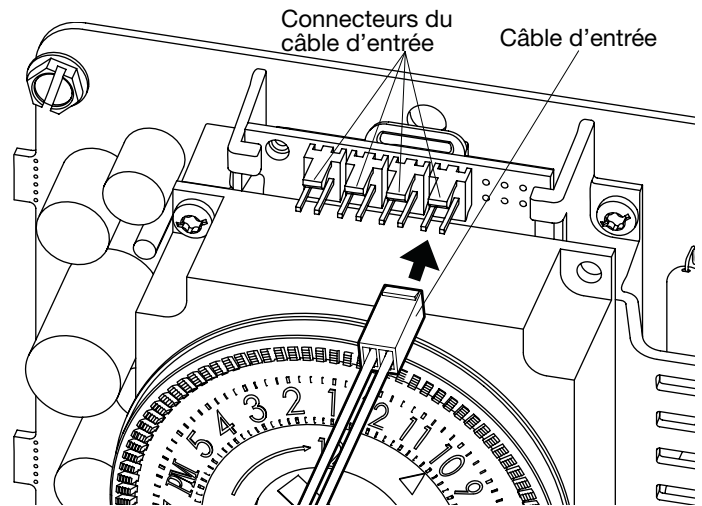

FIG. 6 Branchement du câble d'entrée
2. Raccorder le câble d'entrée au module ICUBE^{MC}, comme illustré à la FIG. 6. Il est possible d'insérer le câble d'entrée dans l'un des quatre connecteurs du module ICUBE^{MC}.